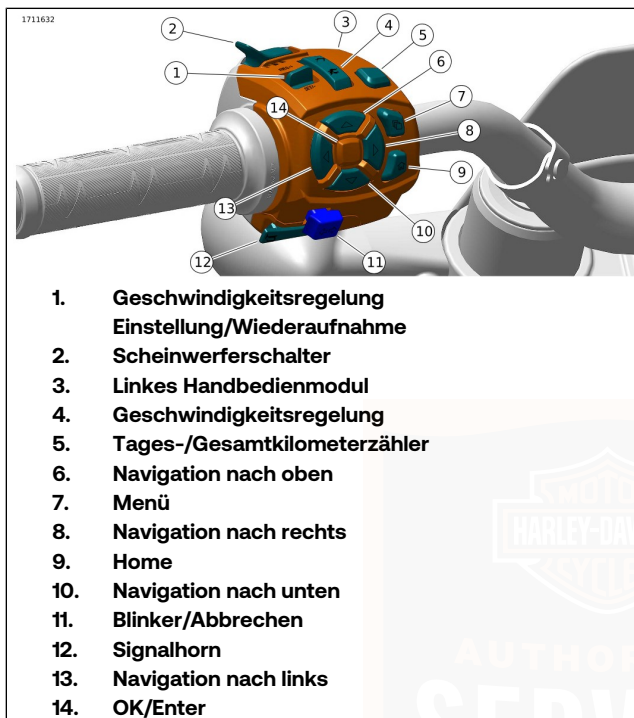

Abbildung 41. Linkes Handbedienmodul
- **Lichthupe:** Siehe Abbildung 41. Wenn der Scheinwerferschalter (2) auf Abblendlichtposition steht, den Schalter herunterdrücken und loslassen, um die Lichthupe zu betätigen, bevor ein Fahrzeug überholt wird. Die Fernlichtanzeige am IM leuchtet, solange die Lichthupentaste betätigt wird. Im Nebenverbrauchermodus den Lichthupenschalter betätigen, um den Scheinwerfer einzuschalten.
- **Abblendlicht:** Siehe Abbildung 41. Den Scheinwerferschalter (2) von der Fernlichtposition aus nach unten drücken, um das Abblendlicht einzuschalten.
- **Fernlicht:** Siehe Abbildung 41. Den Scheinwerferschalter (2) nach oben drücken, um das Fernlicht einzuschalten. Das Aufleuchten der blauen Kontrollleuchte für Scheinwerfer-Fernlicht zeigt an, dass das Fernlicht betätigt ist.
Siehe Abbildung 41. Zum Einschalten die ON-Taste (4) an der Geschwindigkeitsregelung drücken. Das Symbol der Geschwindigkeitsregelung im IM wird gelb.
Siehe Abbildung 41. Die Taste „Geschwindigkeitsregelung Aus“ (4) drücken, um die Geschwindigkeitsregelung auszuschalten. Das Symbol der Geschwindigkeitsregelung im IM wird ausgeschaltet.
Siehe Abbildung 41. Wenn das Motorrad die gewünschte Geschwindigkeit erreicht hat, den Schalter **SET/-** (1) drücken, um die Reisegeschwindigkeit einzustellen. Das gelbe Symbol der Geschwindigkeitsregelung im IM wird grün.
Siehe Abbildung 41. Wenn die Geschwindigkeitsregelung deaktiviert wurde, die Geschwindigkeitsregelungs-Kontrollleuchte jedoch gelb leuchtet, wird durch Drücken des Schalters **RES/+** (2) die Geschwindigkeitsregelung wiederaufgenommen. Das Symbol
Siehe Abbildung 41. Durch die Tageskilometerzählertaste (5) wird der Tageskilometerzähler aktiviert. Die Tageskilometerzählertaste wird auch zum Scrollen durch die optionalen Bildschirme der Kilometerzähleranzeige verwendet. Bei ausgeschalteter Zündung kann über die Tageskilometerzählertaste die Zeit- oder Kilometerzähleranzeige eingeschaltet werden.
Siehe Abbildung 41. Die Taste „Menü“ (7) drücken, um auf die IM -Menüauswahl zuzugreifen.
Siehe Abbildung 41. Die Taste „Navigation nach links“ (13) drücken, um auf dem IM nach links zu scrollen.
Siehe Abbildung 41. Die Taste „Navigation nach rechts“ (8) drücken, um auf dem IM nach rechts zu scrollen.
Siehe Abbildung 41. Die Taste „Navigation nach oben“ (6) drücken, um auf dem IM nach oben zu scrollen.
Siehe Abbildung 41. Die Taste „Navigation nach unten“ (10) drücken, um auf IM nach unten zu scrollen.
- **Linker Blinker:** Siehe Abbildung 41. Den Blinkerschalter (11) nach links drücken, um den linken Blinker zu aktivieren.
- **Rechter Blinker:** Siehe Abbildung 41. Den Blinkerschalter (11) nach rechts drücken, um den rechten Blinker zu aktivieren.
- **Abbruch:** Siehe Abbildung 41. Den Blinkerschalter (11) gerade hereindrücken, um die Blinksignale manuell zu stoppen.
Siehe Abbildung 41. Das Signalhorn wird über die Signalhorntaste (12) betätigt. Das Signalhorn kann bis zu 10 Sekunden lang ertönen. Wenn die Signalhorntaste länger gedrückt wird, schaltet das Signalhorn automatisch ab.
Siehe Abbildung 41. Die Taste „OK/Enter“ (14) drücken, um einen Bereich im IM zu bestätigen oder einzugeben.